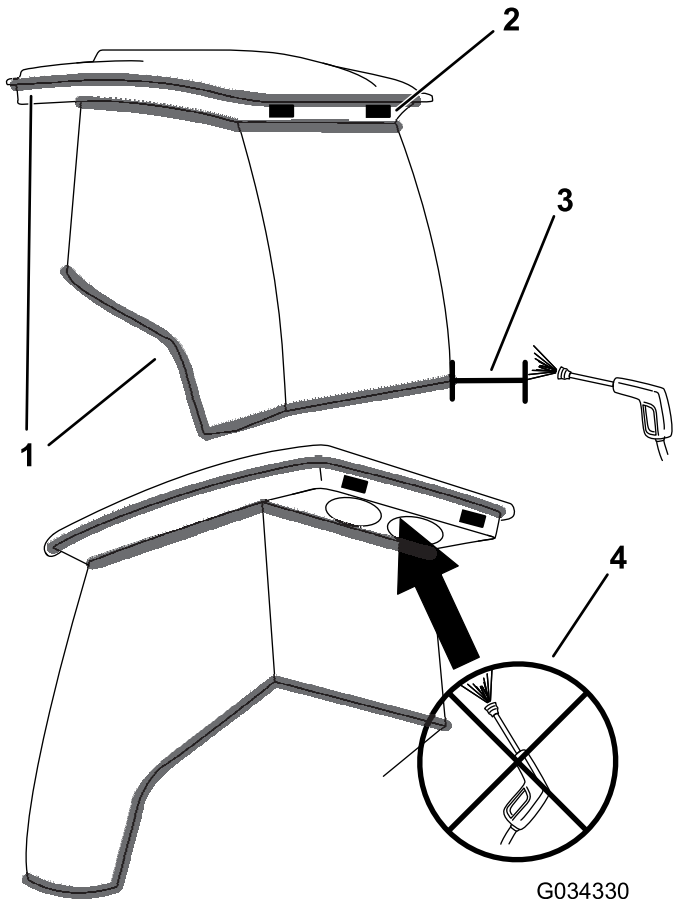

Figure 86
**Important:** Faites attention près des joints de la cabine (Figure 86). Si vous utilisez un nettoyeur haute pression, n'approchez pas le jet à moins de 60 cm de la machine. N'utilisez pas le jet haute pression directement sur les joints de la cabine ni sur l'avancée arrière.